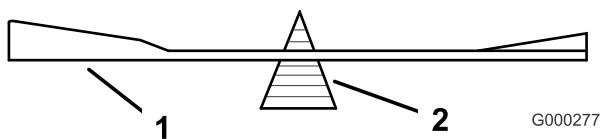
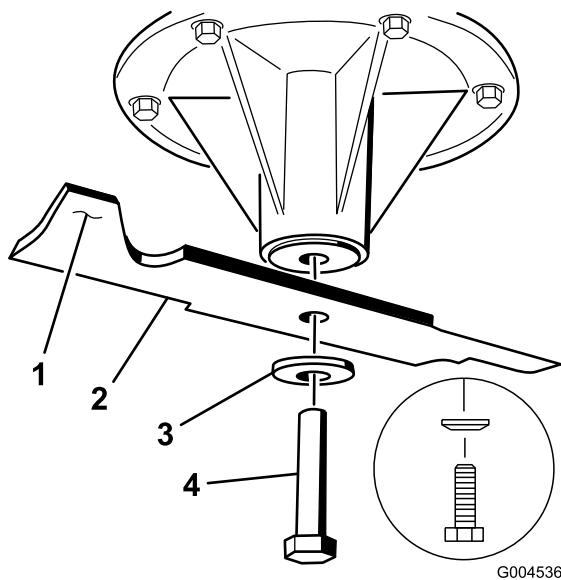

Figura 67
Figura 68
2. Togliete il bullone, il disco elastico e la lama dall'asse del fusello (Figura 68).
2. Controllate il bilanciamento della lama posizionandola su un bilanciatore (Figura 67). Se la lama rimane in posizione orizzontale, è bilanciata e può essere utilizzata. Se la lama non è bilanciata, limate del metallo soltanto dalla costa (Figura 68). Ripetete la procedura finché la lama non è perfettamente bilanciata.
1. Montate la lama sull'asse del fusello (Figura 68).
2. Montate il disco elastico e il bullone della lama. Il cono del disco elastico deve essere rivolto verso la testa del bullone (Figura 68). Serrate il bullone della lama a 115–150 Nm.